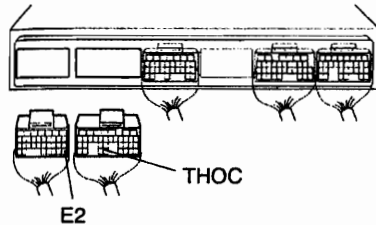

图 3-2-7
④ 拆下 ATF 温度传感器连接器, 脱开 ECM 连接器, 如图 3-2-7 所示, 检测 ECM 连接器端子 THOC 与 E2 间的电阻, 应为 $79\Omega\sim 156k\Omega$ 。检测 ECM 配线连接器端子 THOC、E2 与车身接地间的导通性, 应不导通